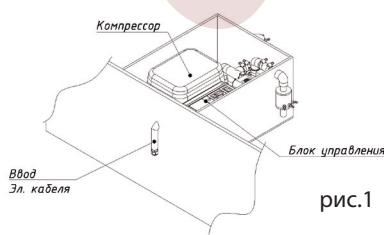
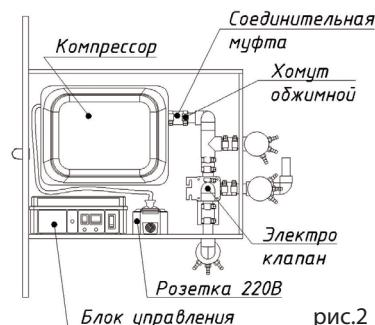

рис.1
рис.2
Горловина с отсеками А – приемная камера, Г – иловый стабилизатор должна быть расположена напротив горловины с отсеками Б – аэротенк, В – вторичный отстойник. Эти две горловины обвязываются между собой тремя трубами с рекомендуемой маркировкой ПП Ø 110 \* 6,2 мм (рис. 1, 2, 3, 4).
**Труба 1.1** (рис. 1) предназначена для протягивания всех воздушных шлангов и кабелей от поплавков, а также кабелей от розеток (если это предусмотрено видом комплектации станции «АСТРА») к компрессорному ящику. Данная труба врезается примерно по центру горловин, так, чтобы попадала примерно на перегородки между отсеками внутри горловин (рис. 1 и 2). Это делается для того, чтобы можно было уложить компактно все воздушные **шланги 2.1** (рис. 2).
**Скобы 2.4** (рис. 2) и **3.2** (рис. 3) привариваются непосредственно на объекте. Их местоположение может определить Исполнитель самостоятельно. Через эти скобы пропускаются все воздушные шланги и электрические кабели. Под **трубу 1.1** (рис. 1) вырезаются отверстия в горловине коронкой Ø111. Не требуется соблюдать уклон данной трубы.
**Труба 1.2** (рис. 1) предназначена для перекачивания из отсека Б (аэротенк) в отсек Г (иловый стабилизатор). Данная труба делается с уклоном по направлению от отсека Б к отсеку Г. Уклон должен составлять примерно 1%. Сборка данного узла происходит следующим образом: вырезаются два отверстия Ø111 в двух горловинах. Отверстие, которое делается в горловине с отсеком Г (иловый стабилизатор), должно быть ниже и направлено в иловой стабилизатор. В горловину с отсеком Б с внутренней стороны в отверстие Ø111 вставляется **отвод 1.6 Ø110 ППК** (полипропилен 45° (канализационный) (рис. 1), далее вставляется **труба 1.2** (рис. 1) в отверстие напротив, затем одевается муфта соединительная ПВХ или ППК Ø110 на отвод 45° **1.4** (рис. 1), далее **труба 1.2** (рис. 1) соединяется с **муфтой 1.4** (рис. 1). После этого все соединения обвариваются со всех сторон феном. Труба ПП и отвод ППК нужны для того, чтобы можно было все заварить феном. Далее берется **заглушка 1.5 Ø110** (рис. 2) и **2.2** (рис. 2) и просверливается в ней первьевым сверлом Ø32 одно или два отверстия для насоса-рециркулятора (количество отверстий зависит от количества насосов-рециркуляторов, которыми комплектуется конкретная модель станции). Затем **шланг 3.1** от насоса-рециркулятора направляется в отверстия в заглушке. Он должен заходить вглубь отверстия на 5 см (рис. 3). Лишний шланг от рециркулятора обрезается.
**Труба 1.3** (рис. 1) предназначена для перекачивания стоков из отсека А (приемная камера) в отсек Б (аэротенк). Данная труба делается с уклоном от отсека А к отсеку Б. Уклон должен составлять примерно 1%. Сборка данного узла происходит следующим образом: вырезаются два отверстия Ø111 в двух горловинах. Отверстие, которое делается в горловине с отсеком А (аэротенк), должно быть ниже отверстия со стороны отсека А и направлено в аэротенк. В горловину с отсеком Г с внутренней стороны в отверстие Ø111 вставляется **отвод 1.6 Ø110 ППК** (полипропилен 45°(канализационный) (рис. 1). Далее вставляется **труба 1.3** (рис. 1) в отверстие напротив, затем одевается **муфта 1.4** соединительная ПВХ или ППК Ø110 на отвод 45° (рис. 1). После этого **труба 1.3** (рис. 1) соединяется с **муфтой 1.4** (рис. 1). После этого данное соединение обваривается со всех сторон феном. Труба ПП и отвод ППК нужны для того, чтобы можно было все заварить феном. Далее в **заглушке 1.5 Ø110** (рис. 2) и **2.2** (рис. 2) просверливается первьевым сверлом Ø32 два или три отверстия для главного насоса (количество отверстий зависит от количества **главных насосов 2.3**, которыми комплектуется конкретная модель станции) (рис. 2) и **3.3** (рис. 3). **Шланги 3.3** от главных насосов направляются в отверстия в заглушке. Они должны заходить вглубь отверстий на 5 см (рис. 3). Лишний шланг от главных насосов обрезается.
**Трубы 1.2** (рис. 1) и **1.3** (рис. 1) работают следующим образом: эрлифт поднимает воду
Питание компрессора осуществляется через розетку, расположенную в компрессорном ящике станции (рис. 2).